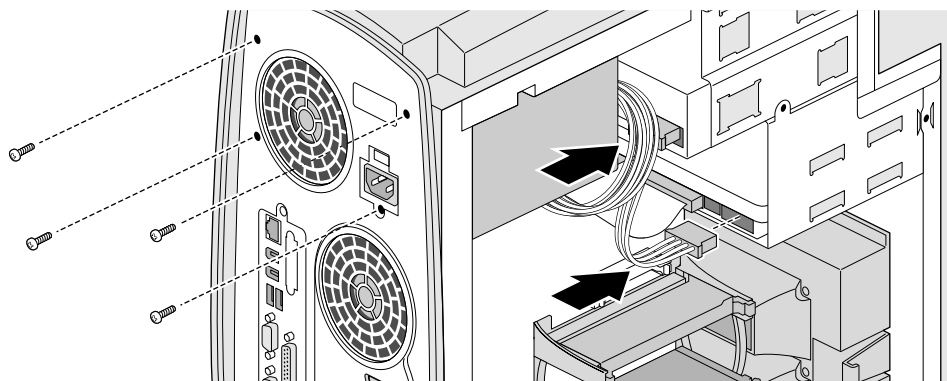

Figure 7-6 Vissage et connexion des câbles du bloc d'alimentation
5. Remettez en place les quatre vis tout en tenant le bloc d'alimentation, comme indiqué à la Figure 7-6. Reconnectez les câbles d'alimentation à l'arrière des lecteurs internes.